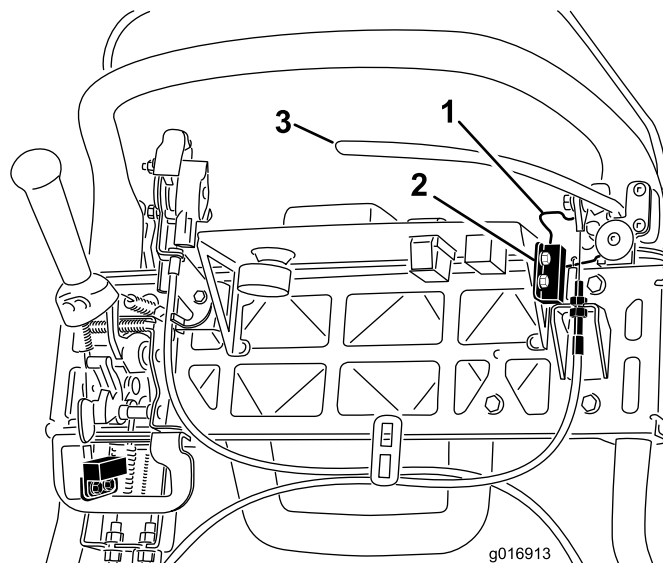

Рисунок 39
4. Ослабьте крепежные детали блокировочного выключателя (Рисунок 39).
5. Поставьте регулировочную прокладку толщиной 1,6 мм между защелкой стояночного тормоза и блокировочным выключателем (Рисунок 39).